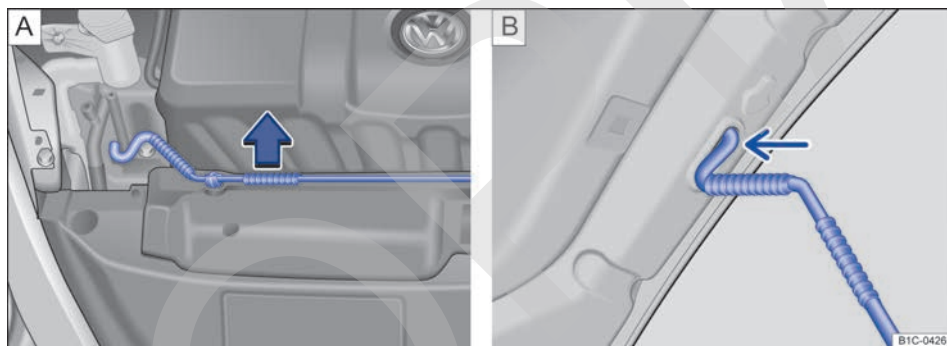

Fig. 136 **A** Soporte de la varilla de sujeción del capó en el vano motor. **B** Capó del motor levantado.
- Retire la varilla de sujeción de su soporte en el sentido de la flecha → **fig. 136 A** y engánchela en el orificio del capó del motor → **fig. 136 B** (flecha).
- Desenganche la varilla de sujeción del capó del orificio → **fig. 136 B** y encájela en el soporte situado en la chapa portacierre → **fig. 136 A** (en el sentido contrario al de la flecha).